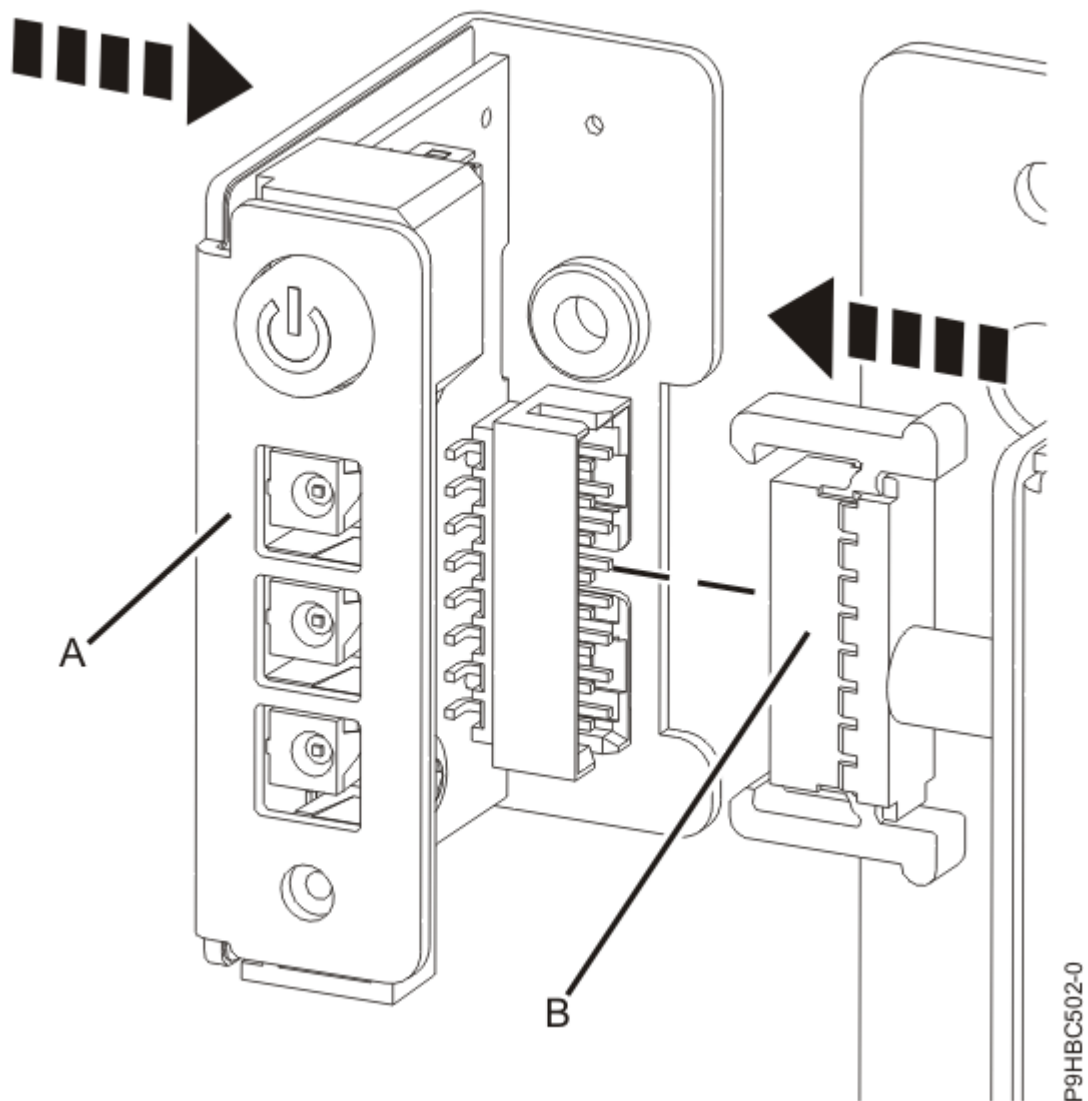

図 11. コントロール・パネルおよびケーブルの接続
2. コントロール・パネル (A) をコントロール・パネル・ケーブル (B) に接続します (13 ページの図 11 を参照)。